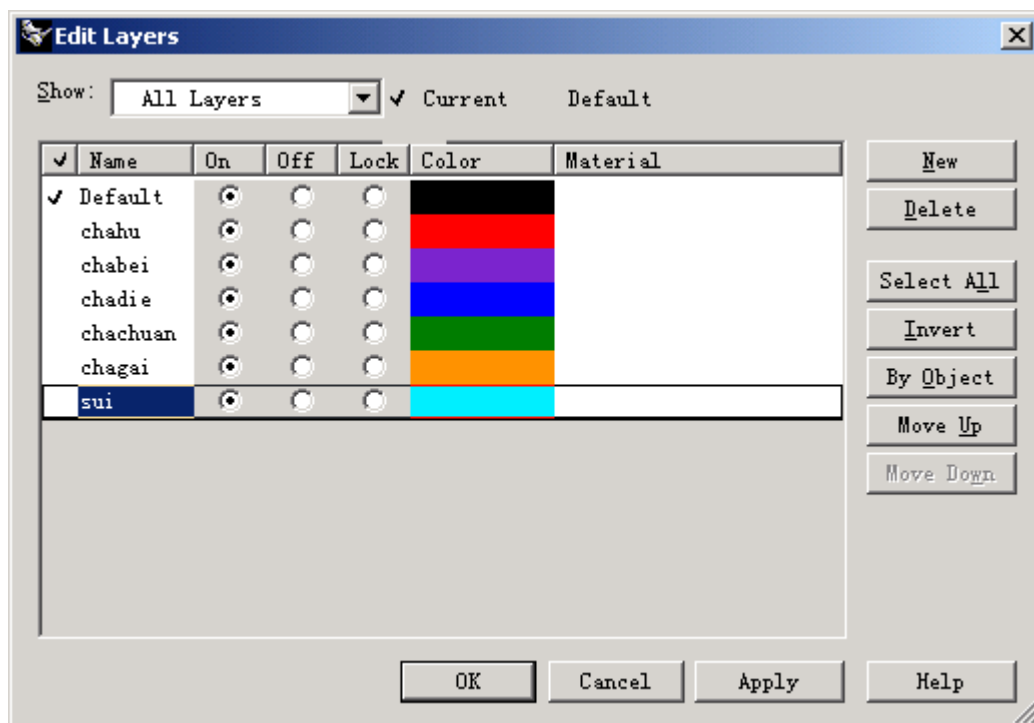

图 1-2-01
step1: 单击图标  Edit Layers: 为其设置图层, 以方便我们编辑和选取场景中的物体, 设置参数如图 1-2-01 所示: